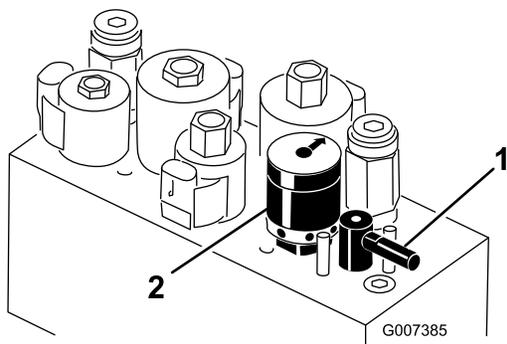

図 28
4. リールの速度を設定するには、ノブ（図 28）を回して、ノブの矢印を、所定の番号に合わせます。